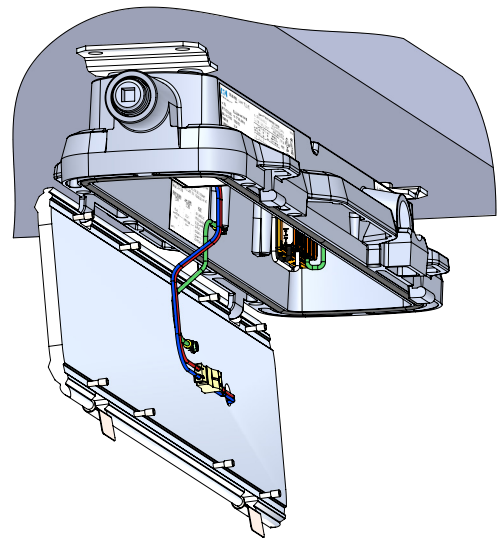

Figure 2. Raccord de moteur DEL en position ouverte pour l'entretien
4. Tirer sur les agrafes de retenue pour dégager le moteur d'éclairage du boîtier du pilote et faire pivoter en position ouverte le moteur d'éclairage tandis qu'il est supporté par les crochets du boîtier (voir figure 2).
12. Acheminer le câblage de sortie du moteur et du pilote de DEL et installer l'attache autobloquante conformément à la figure 2. Couper l'excédent de matériau d'attache.